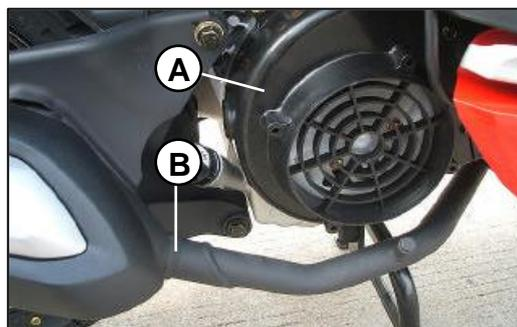

Fig. 01
Retire la cubierta de ventilador (A) retire el mofle (B). **Fig.01**